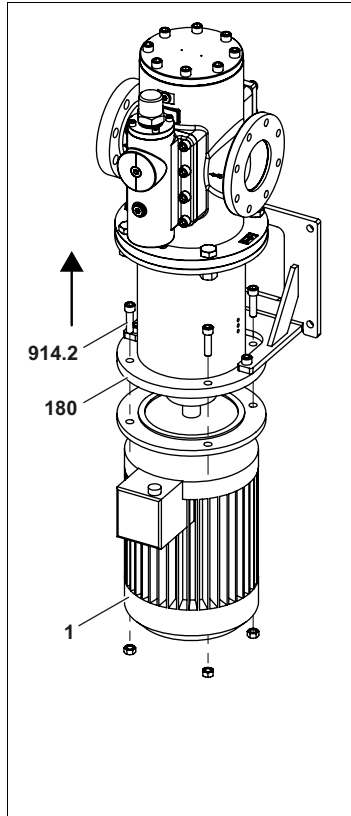

Fig. 3
2. Desserrer les vis cylindriques **914.2** entre le moteur **1** et le support de pompe **180** et détacher la pompe et le support de pompe du moteur, voir Fig. 3, page 31.